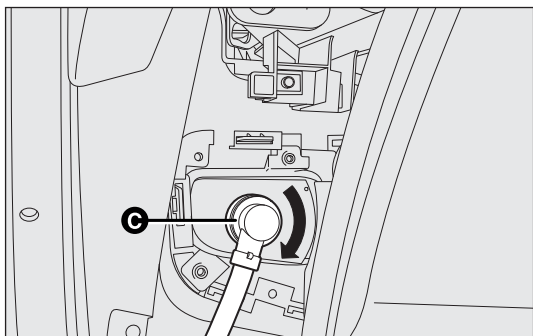

fig. 170
- ❑ rimuovere il coperchio portalamпада C-fig. 170 ruotando in senso antiorario;
- ❑ rimontare il coperchio/portalamпада C-fig. 170 ruotando in senso orario assicurandosi del corretto bloccaggio;